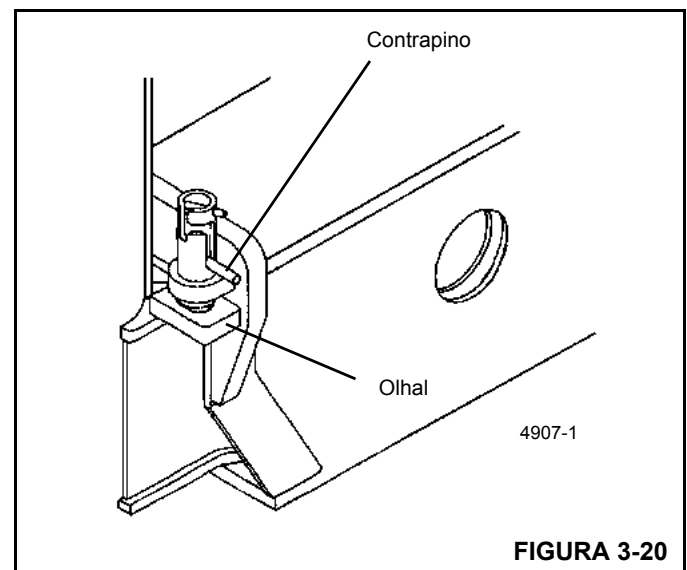

FIGURA 3-20
1. Gire o pino de travamento (Figura 3-20) a 90° da posição retraída e deixe que o pino se apoie na parte superior da viga do estabilizador.